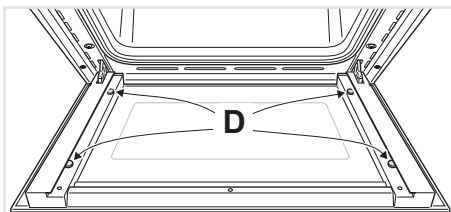

Рис. 4.13
- Убедитесь в правильности размещения 4 (четырех) вкладышей из силиконового каучука «D» (Рис. 4.13).